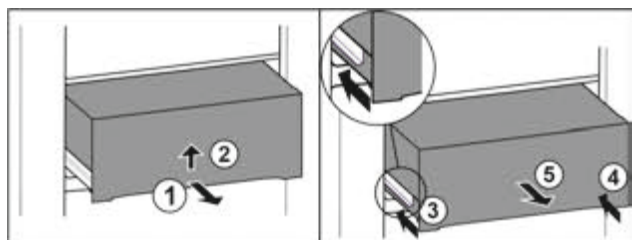

Fig. 40
- ▶ Витягніть ящик на половину. Fig. 40 (1)
- ▶ Підняти висувний ящик за нижній бік. Fig. 40 (2)
- ▶ Вставити ліву рейку. Fig. 40 (3)
- ▶ Вставити праву рейку. Fig. 40 (4)
- ▶ Вийняти висувний ящик рухом вперед. Fig. 40 (5)